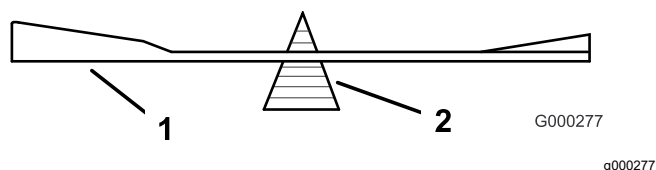

Figure 85
2. Vérifiez l'équilibre de la lame en la plaçant sur un équilibreur (Figure 85).